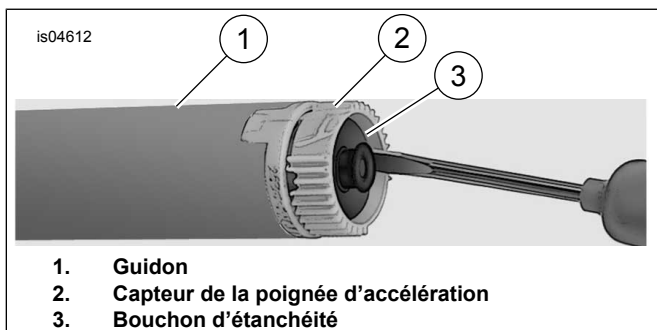

Figure 1. Retrait du bouchon d'étanchéité
- Consultez Figure 1 . Insérez un petit tournevis ou un autre outil à lame plate dans la zone plate sur un côté du bouchon d'étanchéité.